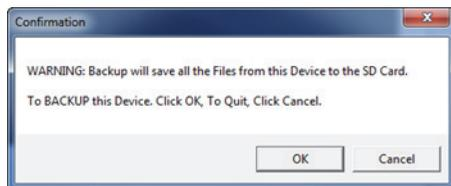

图 6-31 确认对话框：用于确认是否开始备份操作
5. 当出现 **Confirmation**（确认）对话框时（参见第 316 页的图 6-31），点击 **OK**（确定），开始备份操作。